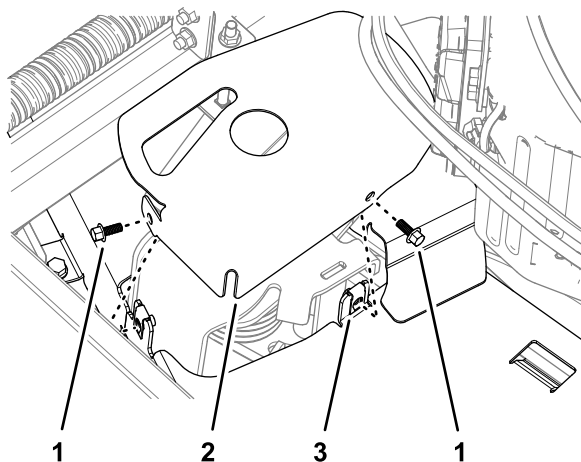

Figura 31
4. Monte la cubierta del tensor a la cubierta de la correa izquierda con los 2 tornillos con arandela prensada que retiró en 3 Retirada de la cubierta de la correa izquierda (página 4), tal y como se muestra en la Figura 31.